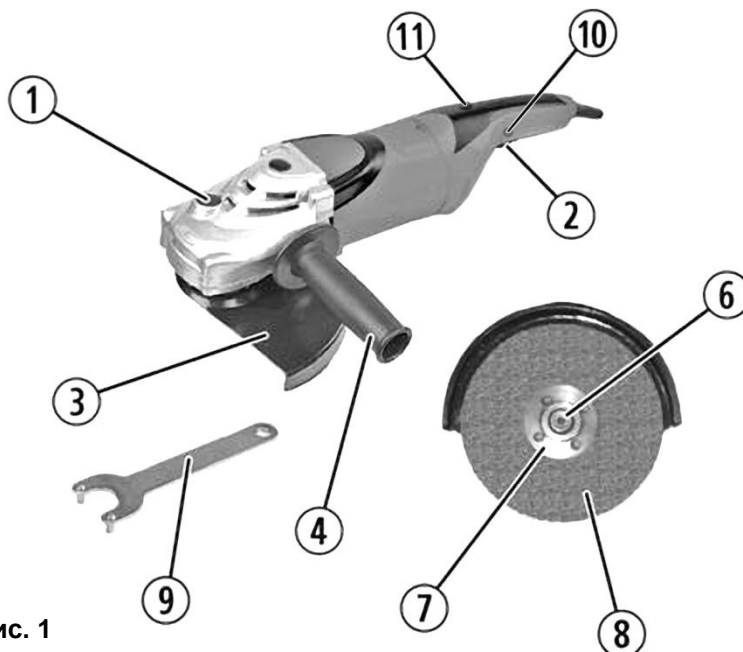

Рис. 1
- Удерживая нажатой кнопку фиксации шпинделя (1)(См. Рис.1), установите внутренний фланец (5) на шпиндель (6)(См. Рис.2).
- Установите новый, исправный отрезной или шлифовальный круг (8).
- Отпустите фиксатор шпинделя (1)(См. Рис.1) .
- Удерживая нажатой кнопку фиксации шпинделя (1)(См. Рис.1), отверните наружную фланцевую гайку (7)(См. Рис.2), идущим в комплекте фланцевым ключом (9)(См. Рис.1).
- **Для включения** инструмента - нажмите на кнопку блокировки пуска (10), и, не отпуская ее, нажмите на клавишу пускового выключателя (2) (См. Рис.1). Переведите ее в положение «ВКЛ» (ON).
- **Для выключения** инструмента - отпустите клавишу пускового выключателя (2) (См. Рис.1). Переведите ее в положение «ВЫКЛ» (OFF).
- Регулятор частоты вращения (11)(См. Рис.1) применяется для того, чтобы установить требуемую частоту вращения: от 6000 до 11000 об/мин. Таким образом, скорость может быть подобрана соответственно обрабатываемому материалу.
- Вращение колеса регулятора (11)(См. Рис.1) изменяет частоту вращения.